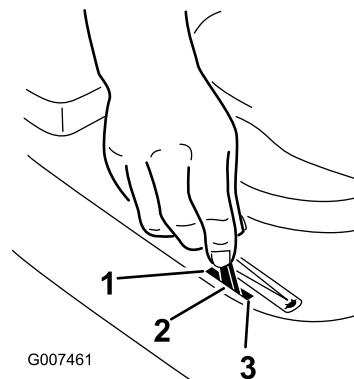

Figura 11
5. Spostate la leva dell'acceleratore su Starter (Figura 11).
7. Quando il motore è acceso, spostate lentamente la leva dell'acceleratore in posizione Fast (Figura 11). Se il motore si arresta o esita, tirate indietro la leva dell'acceleratore su Starter per alcuni secondi, quindi portatela alla massima (Fast). All'occorrenza, ripetete l'operazione.
1. Spostate la leva dell'acceleratore in posizione Slow (Figura 11).